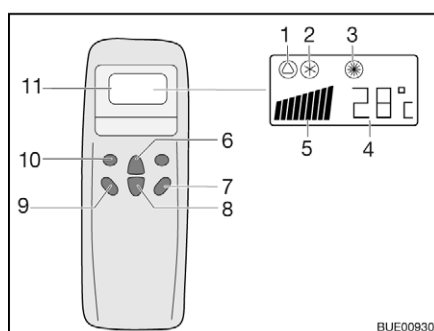
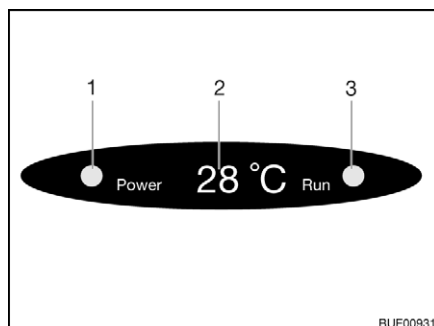

Fig. 210 Telecomando
Fig. 211 Display su diffusore
- Premere il tasto "ON/OFF" (Fig. 210,7).
- Premere il tasto "Mode" (Fig. 210,10) spesso, finché la modalità desiderata (Fig. 210,1, 2 o 3) viene visualizzata sul display. La spia di controllo relativa sul display sul diffusore (Fig. 211,3) si accende.
- Con i tasti di aumento della temperatura (Fig. 210,6) o di riduzione della temperatura (Fig. 210,8) regolare la temperatura desiderata.
- Con il tasto numero di giri ventola (Fig. 210,9) selezionare il livello desiderato per la ventola.
Spegnimento: ■ Premere il tasto "ON/OFF" (Fig. 210,7).